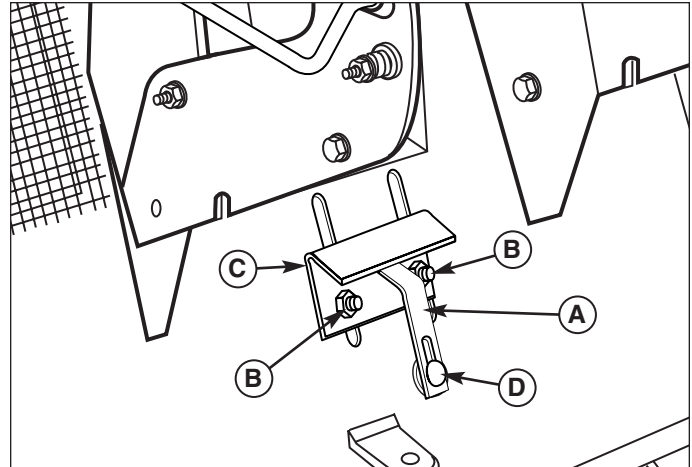

Figure 32. Catcher Alarm Adjustment
Faire glisser le support à levier (C, Figure 32) vers le haut augmente le volume d'herbe dans le collecteur avant que l'alarme ne retentisse. Faire glisser le support à levier (C) vers le bas diminuera le volume d'herbe dans le collecteur avant que l'alarme ne retentisse.
1. Desserrer les vis du support (B).
2. Faire glisser le support à levier (A) vers le haut ou le bas.
3. Serrer les vis du support (B).